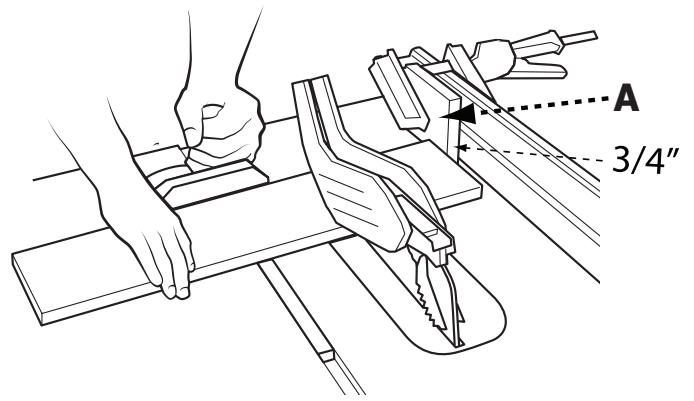

FIGURA 32
Al realizar cortes transversales en varias piezas a la misma longitud, puede sujetar un bloque de madera (A) (FIGURA 32) a la guía y usarlo como un calibre de corte. El bloque (A) debe medir al menos $\frac{3}{4}$ de pulgada (19 mm) de grosor para evitar que la pieza que está cortando se atasque entre la hoja y la guía. Después de determinar la longitud del corte, enganche la guía y utilice el medidor de inglete para empujar la pieza de trabajo hacia la hoja.